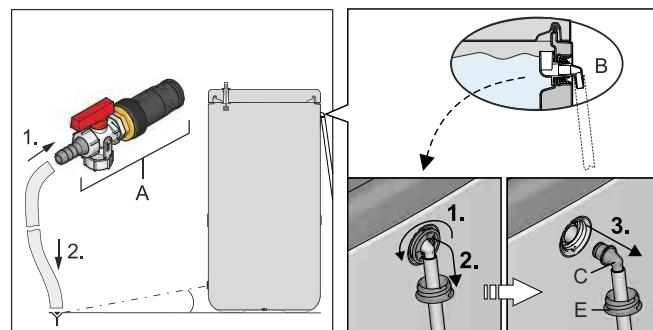
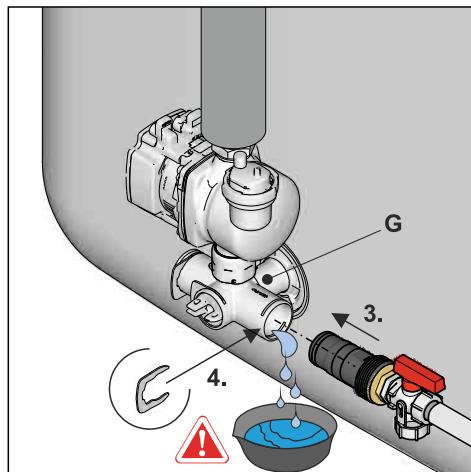

Bild 9-1 Ablaufschlauch montieren; Optional: Anschlussstück vom Sicherheitsüberlauf demontieren
Bild 9-6 KFE-Befüllanschluss in Anschlusswinkel montieren
- 2 Ablaufschlauch an den **KFE-Befüllanschluss (Zubehör KFE BA)** (Bild 9-1, Pos. A) anschließen und zu einer mindestens bodentiefen Ablaufstelle verlegen.
Ist kein **KFE-Befüllanschluss** verfügbar, kann alternativ das Anschlussstück (Bild 9-1, Pos. C) vom Sicherheitsüberlauf (Pos. B) demontiert und verwendet werden.
Tab. 9-1 Legende zu Bild 9-1 bis Bild 9-6
- Ventileinsatz am Anschlusswinkel so einstellen, dass der Weg zum Blindstopfen abgesperrt ist (Bild 9-6).
- Geeignete Auffangwanne unterstellen und Blindstopfen vom Anschlusswinkel entfernen (Bild 9-6).
- KFE-Befüllanschluss in den Anschlusswinkel einstecken und mit Halteklemme sichern (Bild 9-6).